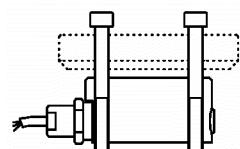

Рис.3
- установите торцевые крышки. В случае эксплуатации исполнения с фланцем, установите крышку (рис. 3)